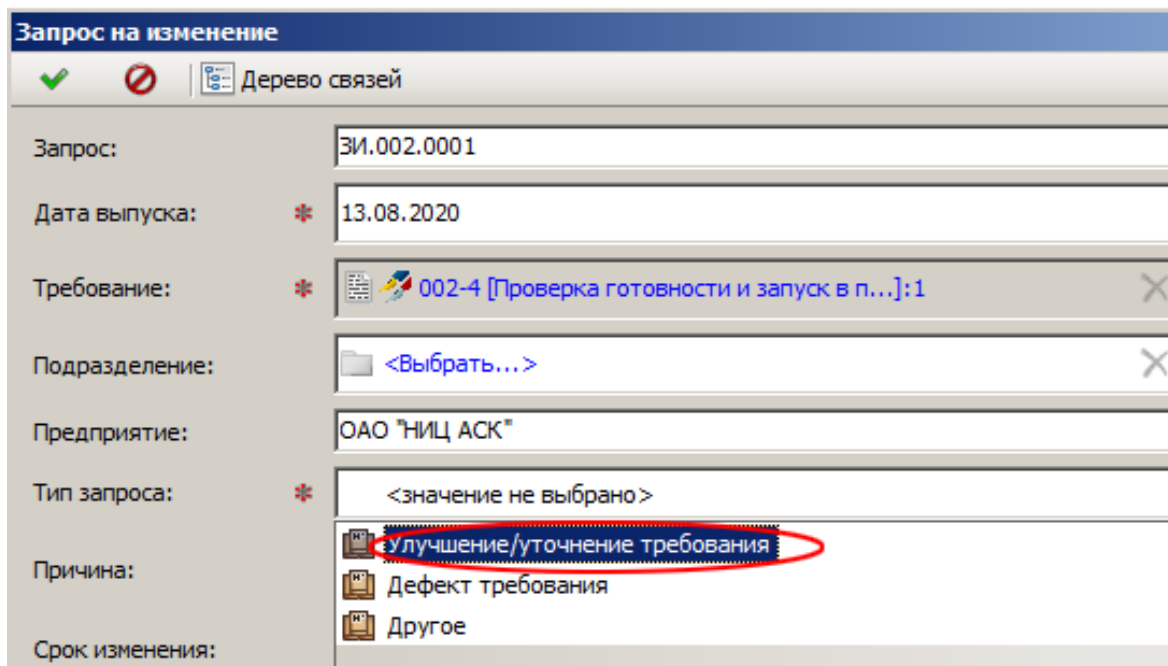

Рисунок 89 — Закладка «Свойства» запроса на изменение
- в окне создания запроса на закладке «Свойства» (Рисунок 89) выбрать из списка «Тип запроса» (обязательное поле);